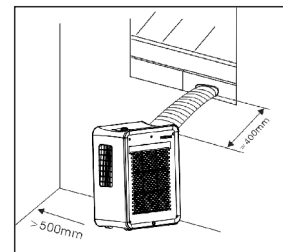

Рис. 1
- 1) Обеспечить свободное пространство не менее 50 см с фильтрующей стороны устройства. (рис.1).